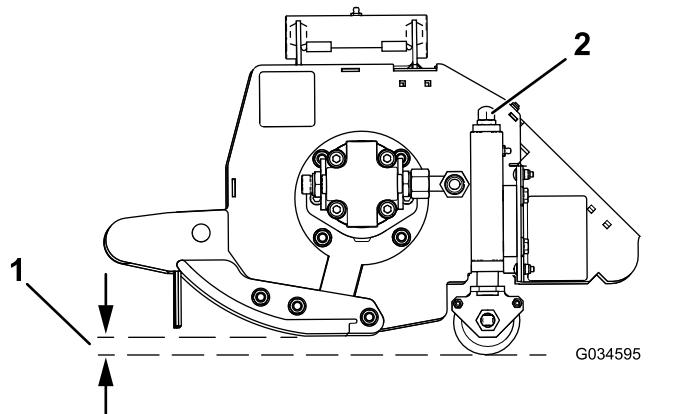

Figura 31
2. Girate il gruppo dado di regolazione su entrambe le estremità in senso orario per diminuire l'altezza di taglio, o in senso antiorario per aumentare l'altezza di taglio (Figura 31).